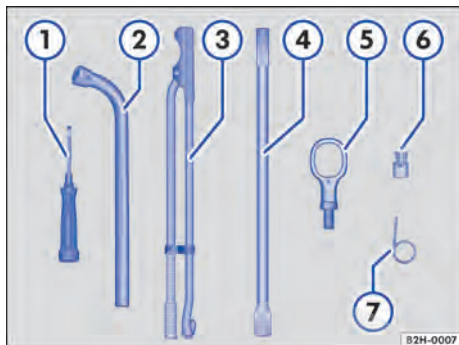
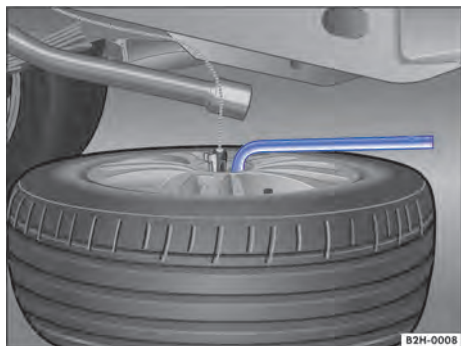

Fig. 147 Componentes das ferramentas de bordo.
Fig. 152 Desaparafusar o parafuso de segurança com a chave de roda.
Componentes das ferramentas de bordo ⇒ Fig. 147
- Alavancar para fora a capa de cobertura com o lado plano da chave de fenda ⇒ Fig. 147 ① na direção da seta ⇒ Fig. 150.
- Desaparafusar o parafuso de segurança com a chave de roda \Rightarrow Fig. 147 no sentido anti-horário do suporte do aro \Rightarrow Fig. 152.